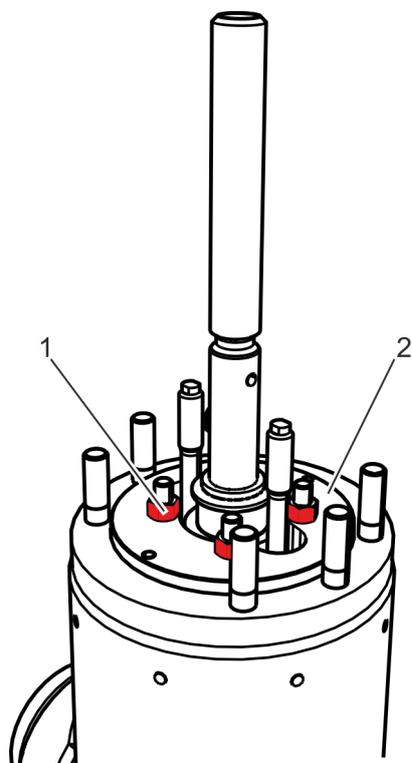

Fig. 29: Desserrage des écrous du couvercle de serrage
2. ➤ Pour la version avec couvercle de serrage : Dévisser et retirer les écrous (Fig. 29/1).